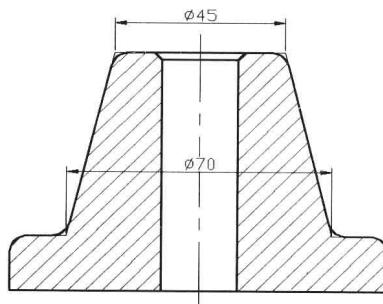
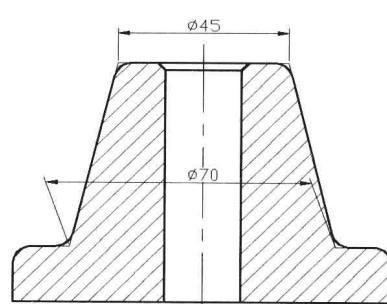

图 7-4-7
图 7-4-8
(1) 打开素材文件“7-4-5a.dwg”，在光滑过渡处，用细实线将轮廓线延长，并从它们的交点引出尺寸界线，标注如图 7-4-7 所示。
(2) 选择菜单命令“标注 / 倾斜”，命令行提示“选择对象”，单击标注对象，按 Enter 键。
(3) 命令行提示“输入倾斜角度(按 ENTER 表示无)”，输入角度“115”，按 Enter 键，倾斜效果如图 7-4-8 所示。